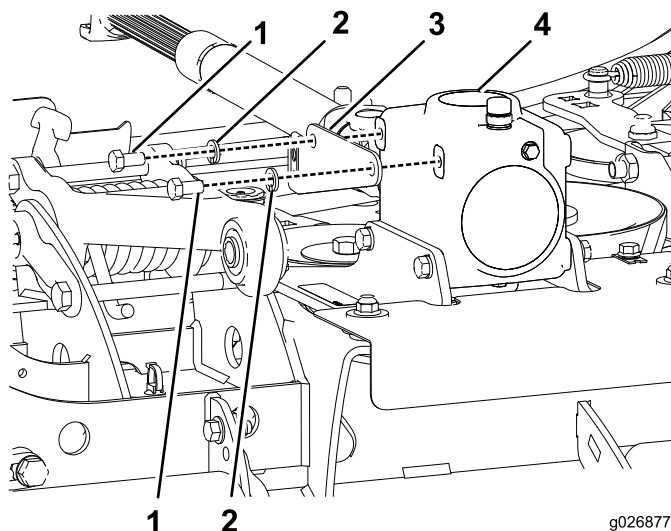

Figura 8
2. Instale o apoio de articulação na caixa de velocidades (Figura 8).